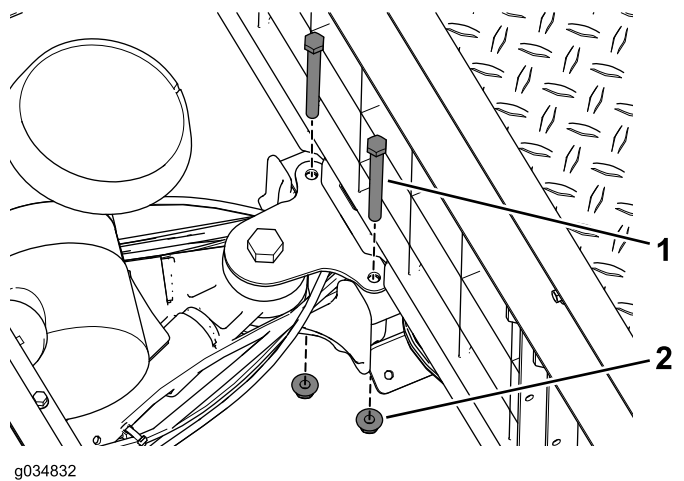

图19
6. 拆下将摆臂式固定件固定到中央通道上的螺栓和凸缘螺母图19。